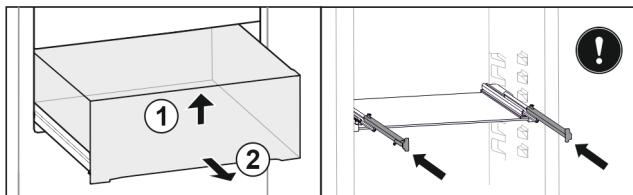

Fig. 66
- Підняти висувний ящик спереду. Fig. 66 (1)
- Вийняти висувний ящик рухом вперед. Fig. 66 (2)